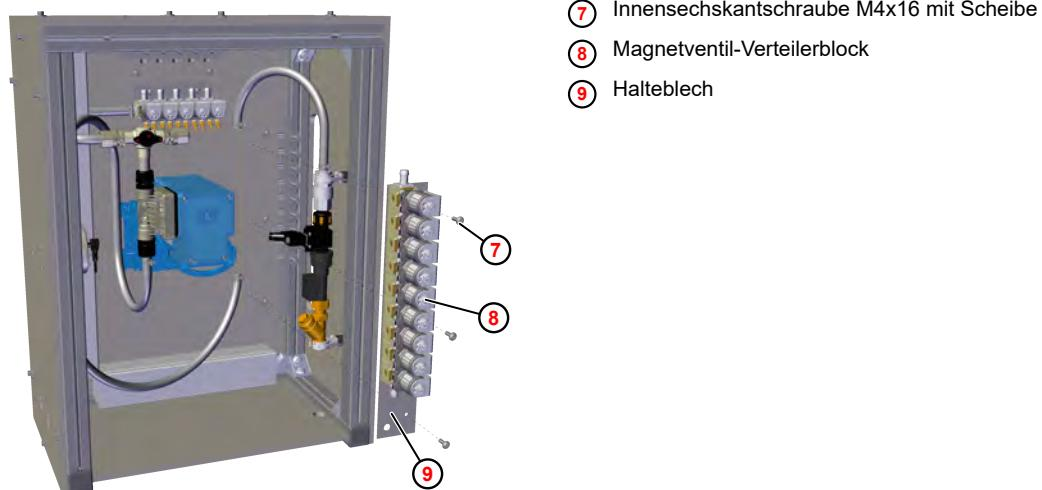

Abb. 14: Magnetventil-Verteilerblock ausbauen
- 13.** ➔ Den erweiterten Ventilblock auf dem Halteblech ( Abb. 14 , 9 ) aufsetzen und mit fünf Befestigungsmuttern verschrauben.